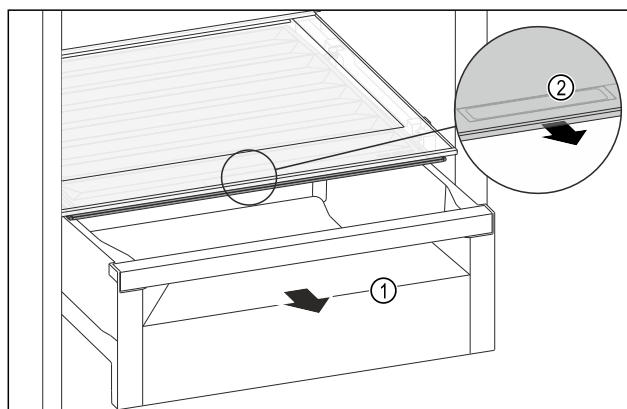

Fig. 159
- Extrageți sertarul Fig. 159 (1).
- Prindeți mânerul încastrat Fig. 159 (2) de la capacul compartimentului și trageți concomitent capacul compartimentului spre partea frontală.